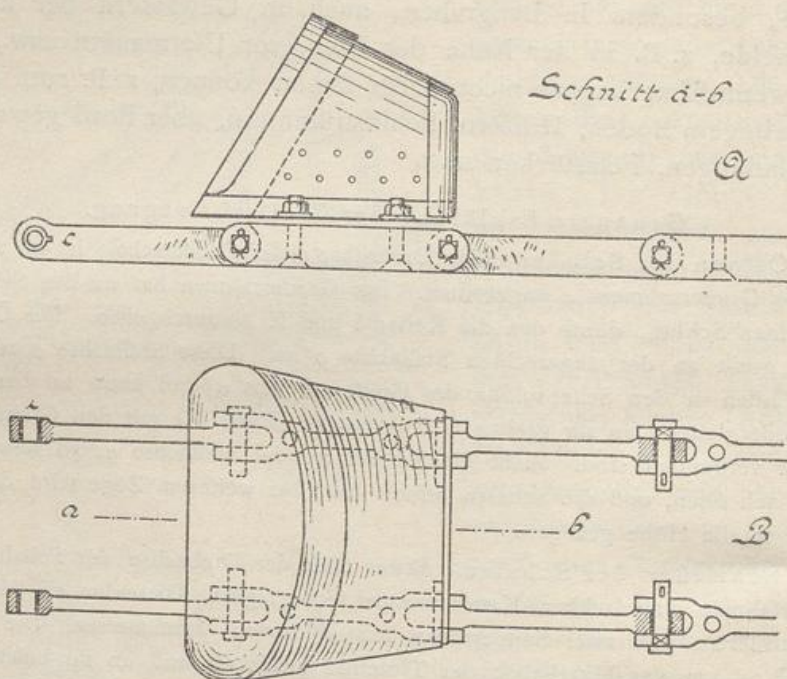

Abb. 65.
6. Allgemeines über Eimerbagger (Abb. 65 bis 74). Der wesentlichste Bestandteil des Eimerbaggers ist die Eimerkette, d. i. eine Doppelkette ohne Ende, die aus Stabgelenken, Schaken (Gleichen) besteht. Jedes Kettenglied enthält zwei Schaken (Abb. 65). Über einzelnen Gliedern, meist jedem zweiten, ist ein Baggereimer befestigt so, daß der Boden des Eimers mit dem Kettengliede ein Stück bildet. Der Eimer ist ein Kasten aus Eisenblech, der an einer Seite offen ist. Die Öffnung ist mit einer Stahlschneide besäumt. Der Baggereimer erweitert sich nach vorn, damit der Boden gut herausfällt. Im Boden und an den Seiten hat er Löcher zum Herausfließen des Wassers. Die Eimerkette ist um zwei drehbare Trommeln oder Turas geführt; die obere Trommel ist die treibende, die in der Regel vierkantig
Überschreitung der oberen Trommel, in eine Schüttrinne aus. Die Eimerkette wird gestützt durch einen Rahmen, den man Eimerleiter nennt. Die Drehachse der unteren Trommel befindet sich in dieser Leiter, diejenige der Obertrommel meistens auch, zuweilen auch daneben besonders gelagert. Die Eimerkette wird über die Leiter hin auf Rollen geführt, die auf der Leiter gelagert sind. Man unterscheidet Eimerbagger mit senkrechter Eimerkette und solche mit geneigter Eimerkette. Beide Arten können als Handbagger oder als Dampfbagger eingerichtet sein. Die Schaken der Eimerkette haben an den Enden Augen, durch welche Stahlbolzen gesteckt sind (Abb. 65 A u. B). Abwechselnd folgt ein Kettenglied mit einäugigen oder einfachen Schaken auf ein solches mit zweiäugigen oder Doppelschaken. Die Eimer sind stets über den Doppelschaken befestigt. Die Befestigung kann verschiedenartig angeordnet sein. In Abb. 65 ist sie mittels Schraubenbolzen bewirkt. In die Schakenaugen sind Stahlbüchsen
mit einer Nase fest eingesetzt (Abb. 65 bei c). Die Bolzen, am Kopfe vierkantig, werden durch einen Ansatz der Doppelschake am Drehen verhindert. Sind die Bolzen abgeschliffen, so können sie umgesteckt werden; ebenso können die Augen neu ausgebüchst werden.